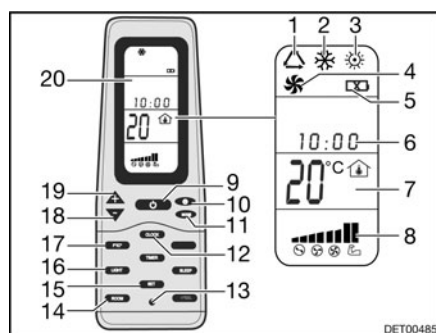

Fig. 162 Mando a distancia
- Pulsar la tecla ON/OFF (Fig. 162,9).
- Pulsar la tecla "Mode" (Fig. 162,11) las veces que sean necesarias hasta que se visualice el modo de funcionamiento deseado (Fig. 162,1, 2, 3 ó 4) en el display (Fig. 162,20).
- Ajustar la temperatura deseada con las teclas "+" (Fig. 162,19) y "-" (Fig. 162,18).
- Seleccionar la etapa deseada del ventilador con la tecla Velocidad del ventilador (Fig. 162,10).